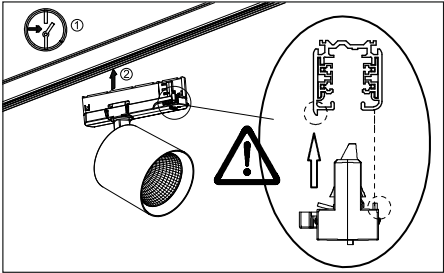

Рис. 2
- 5.7 Установите светильник в шинопровод. При установке необходимо соблюдать правильное расположение выступов на адаптере и шинопроводе (рис. 2). Зафиксировать светильник в шинопроводе с помощью поворотного фиксатора на адаптере.